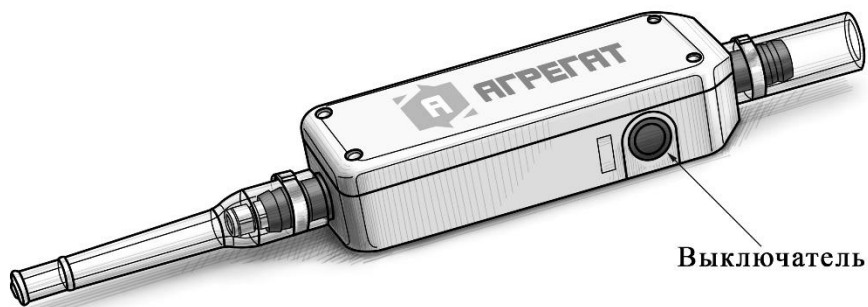

Рис.2
3. Герметичного бокса с преобразователем, кнопкой-выключателем (рис.2).